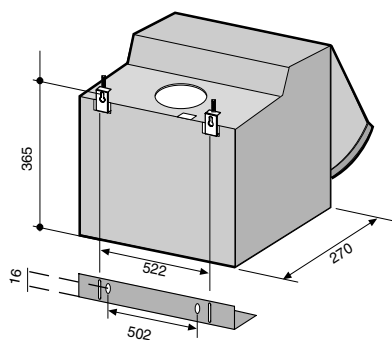

Fig.3
Désenfiler le volet (E) en enlevant la grille (G) et en tirant au même temps les arrêts à ressorts (H) fig. 3.
Fixer le volet au panneaux frontal par les vis aux mesures indiquées dans la fig. 3.